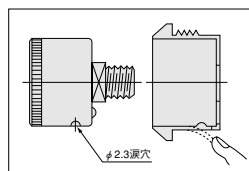

図3
3. 収納した状態において、パネルマウントケース下部の脱落防止用の凸部が、圧力計ケース下部の涙穴(φ2.3)に入っていることを確認してください。圧力計とパネルマウントケースとの組み込み位置が正しい場合は、収納する舌片がスナップの役目を果してスムーズな収納ができます。スムーズな収納ができない場合は、舌片を指先にて捲り上げますと、収納しやすくなります。(図3参照)